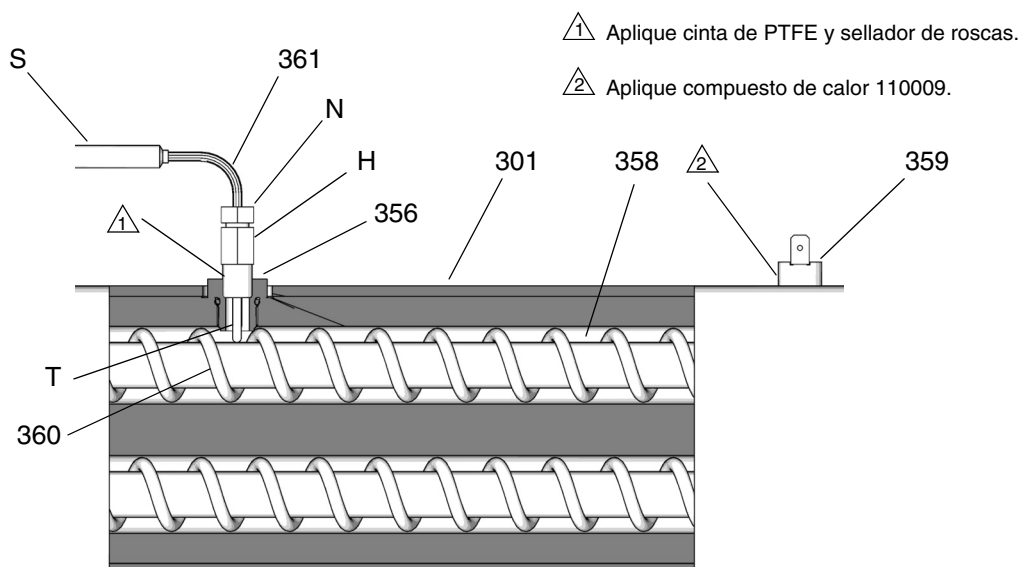

FIG. 8: Termocupla
7. Consulte FIG. 8. Afloje la tuerca del casquillo (N). Retire el termopar (361) del alojamiento del calentador (351), y después desmonte el alojamiento del termopar (H). No retire el adaptador del termopar (356) a menos que sea necesario. Si fuera necesario desmontar el adaptador, compruebe que el mezclador (360) no interfiere con las operaciones de montaje.
8. Sustituya el termopar, FIG. 8.
- a. Retire la cinta de protección de la punta del termopar (T).
- b. Aplique cinta PTFE y sellador de roscas a las roscas macho y apriete el alojamiento del sensor (H) en el tubo (356).
- c. Empuje el sensor (361) de forma que su punta (T) toque el elemento calentador (358).
- d. Sujetando el termopar (T) contra el elemento calentador, apriete a tope la tuerca del casquillo (N) y después dé 1/4 de vuelta más.
9. Tienda el cable (S) al interior del armario y forme un haz como antes. Vuelva a conectar los cables a la tarjeta de circuito impreso.
11. Encienda simultáneamente los calentadores A y B para probarlos. Las temperaturas deben subir a la misma velocidad. Si un calentador está bajo, afloje la tuerca de la tapa de contacto (N) y apriete el alojamiento del sensor (H) para asegurarse de que la punta del sensor (T) toque el elemento calentador (358).
5. Desconecte un cable conductor del interruptor de sobretensión (359), FIG. 8, página 33. Pruebe el interruptor con un ohmímetro. La resistencia debe ser de aproximadamente 0 ohmios.
6. Si la prueba del interruptor falla, retire los cables y los tornillos. Deseche el interruptor averiado. Aplique compuesto térmico 110009, instale un nuevo interruptor en la misma posición en el alojamiento (351), y sujételo con los tornillos (311). Vuelva a conectar los cables.